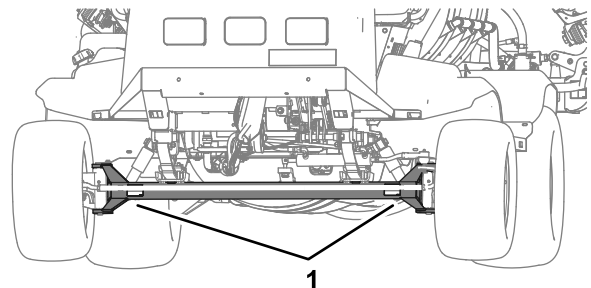
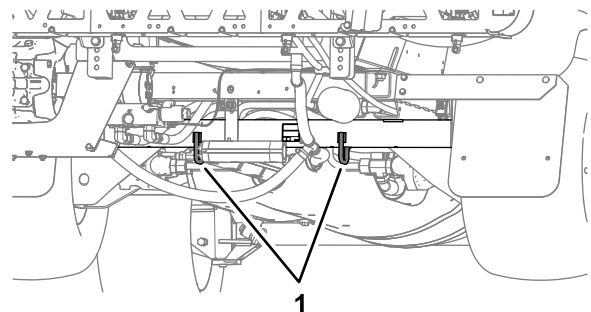

Figure 54
Figure 55
- Arrimez solidement la machine sur le véhicule de transport; la Figure 54 et la Figure 55 montrent les points d'attache de la machine.